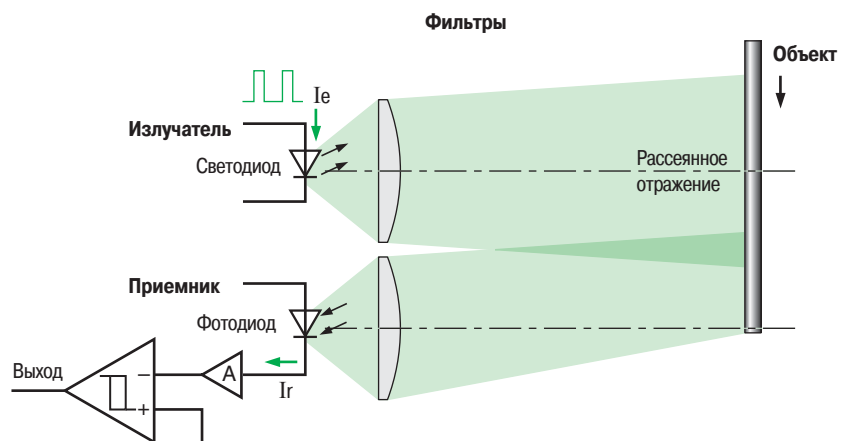

Рис. 19: Принцип стандартного отражения рассеянного света в фотодатчиках
■ Стандартное рассеивание (см. Рис. 19 на следующей странице)